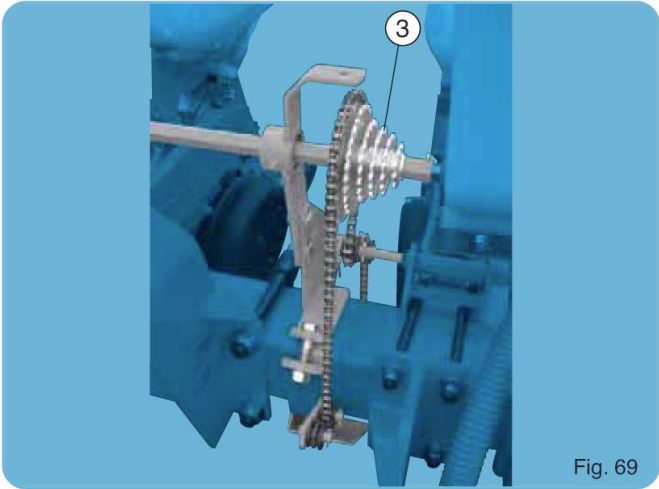

Fig. 69
**Napęd montuje się normalnie na środku maszyny, najbliżej przekładni łańcuchowej (fig. 69).**